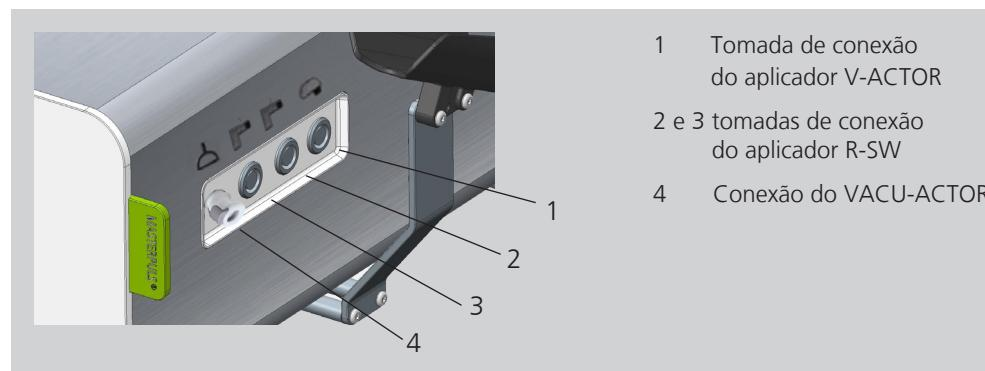

Imagen 3-8 Tomadas de conexión dos aplicadores e do VACU-ACTOR
- Insira o acoplamento da extremidade mais curta da mangueira no acoplamento de conexão do lado direito do MP200 (Imagen 3-8 / 4).